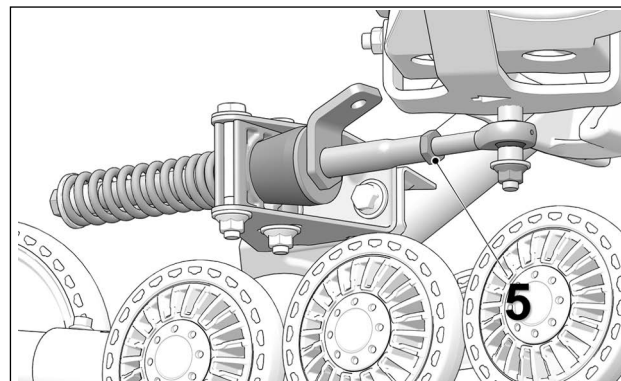

Figure 16
- Resserer le contre-écrou (5) à un couple de 40 Nm (30 lb•pi). Voir Figure 16.